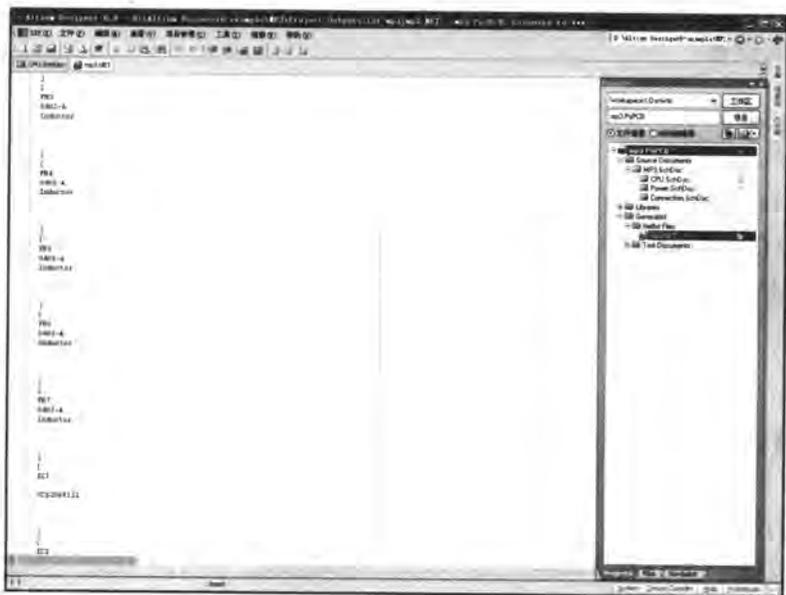

图 6-9 创建项目网络表文件
- [3] 执行【Protel】命令，则系统自动生成了网络表文件“mp3.NET”，并存放在当前项目下的“Generated”文件夹中。双击打开该项目网络表文件“mp3.NET”，结果如图 6-9 所示。